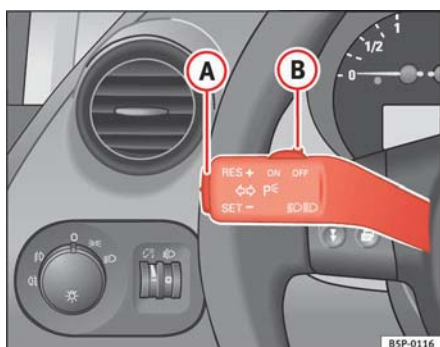

Fig. 131 Palanca de intermitentes y de luz de carretera: mando y tecla basculante para el regulador de velocidad
- Cuando se haya alcanzado la velocidad que se quiere programar, pulse brevemente la parte inferior de la tecla basculante **SET** ⇒ **fig. 131 A** una vez.